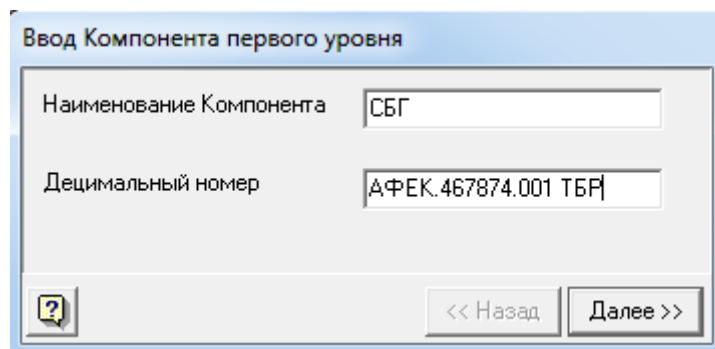

Рис. 3.18. Окно ввода Компонента первого уровня
- В появившемся окне «Ввод Компонента первого уровня» (см. рис. 3.18) Вам необходимо ввести название Компонента и его десятичный номер.